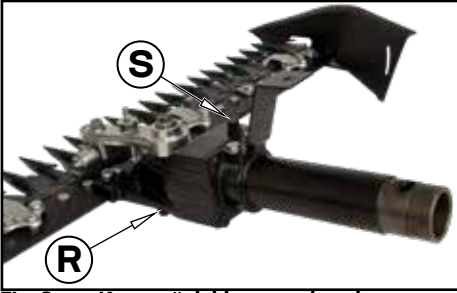

Fig. 8 - Kutu yağ doldurma ve boşaltma tapası ve mafsals yağlayıcı
- 1) Ot biçme kutusundaki yağı değiştirin (Fig. 8)
- 2) Yağlayıcı (I) yardımı ile ot biçme kutusundaki yağı değiştirin (Fig. 8).
- 1) Önceki nokta 12 de gösterildiği gibi ot biçme kutusundaki yağı değiştirin (Fig. 8).